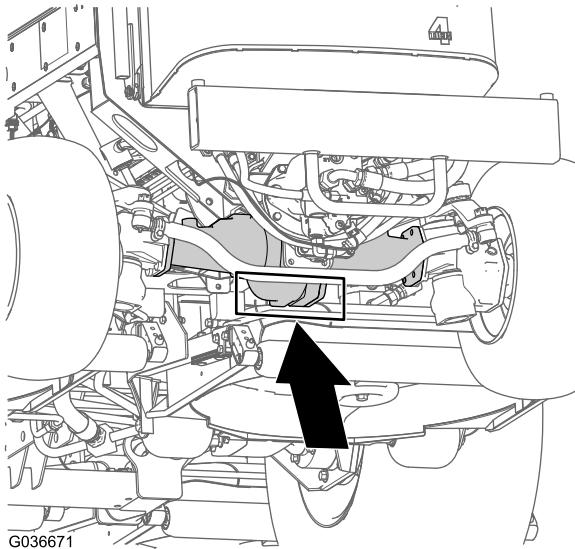

Bild 30
**Heck der Maschine:** In der Mitte der Achse (Bild 30)